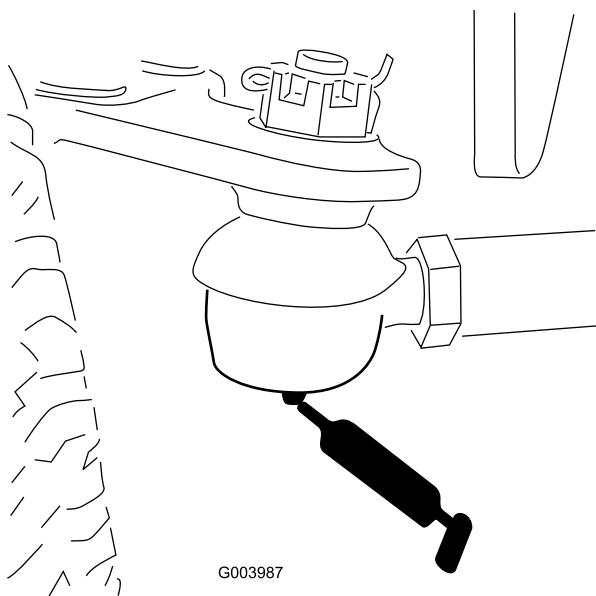

Figura 33
- Barra de ligação do eixo traseiro (2)—Figura 33